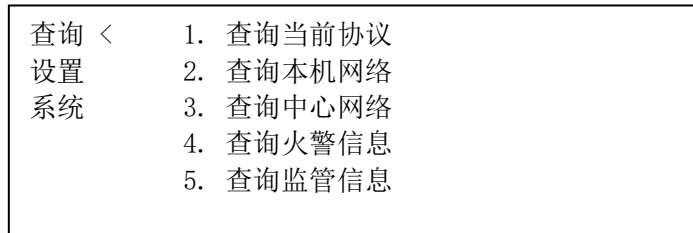

图5-5
- ① 在功能选项菜单内按【↑】【↓】键进入查询菜单界面（图5-5）。